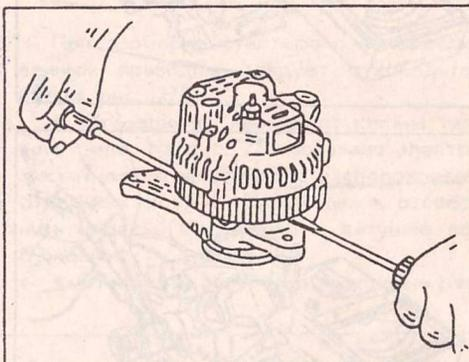

Рис. 271. Отделение передней крышки генератора от статора с помощью отвертки. Шкив и вентилятор на рисунке уже сняты.
- Вывернуть из корпуса стяжные болты и отделить заднюю крышку от передней. Для этого можно слегка постучать пластмассовым молотком по передней крышке или вставить отвертку между передней крышкой и статором (но не глубоко), как показано на рис. 271.